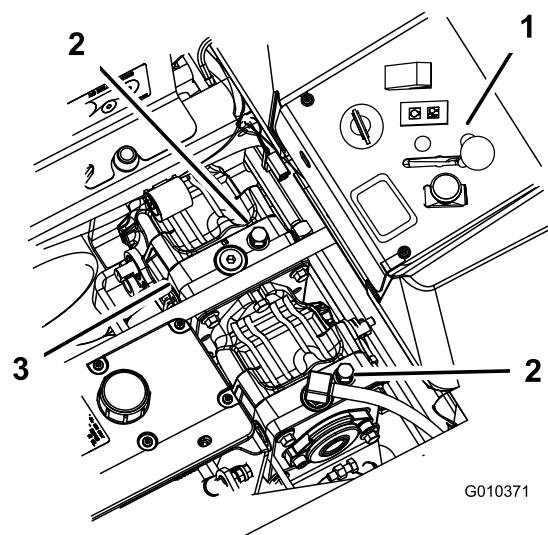

Figura 24
2. Girate le valvole di bypass di un giro in senso antiorario per spingere; il fluido idraulico bypassa quindi la pompa, consentendo alle ruote di girare (Figura 24).
Girate le valvole di bypass di un giro in senso orario per azionare la macchina (Figura 24).